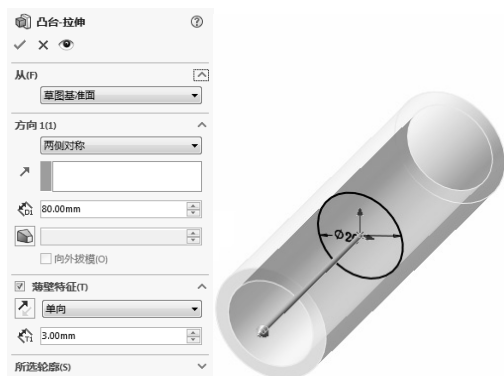

图 6-13 拉伸实体 1
4) 拉伸实体 1。单击“特征”控制面板中的 (拉伸凸台/基体) 按钮,或选择菜单栏中的“插入”→“凸台/基体”→“拉伸”命令,在弹出的“凸台-拉伸”属性管理器中设置拉伸终止条件为“两侧对称”,在 (深度) 文本框中输入“80”,并选择“薄壁特征”复选框,设定薄壁类型为“单向”、薄壁的厚度为 3,如图 6-13 所示,单击 (确定) 按钮,生成薄壁特征。